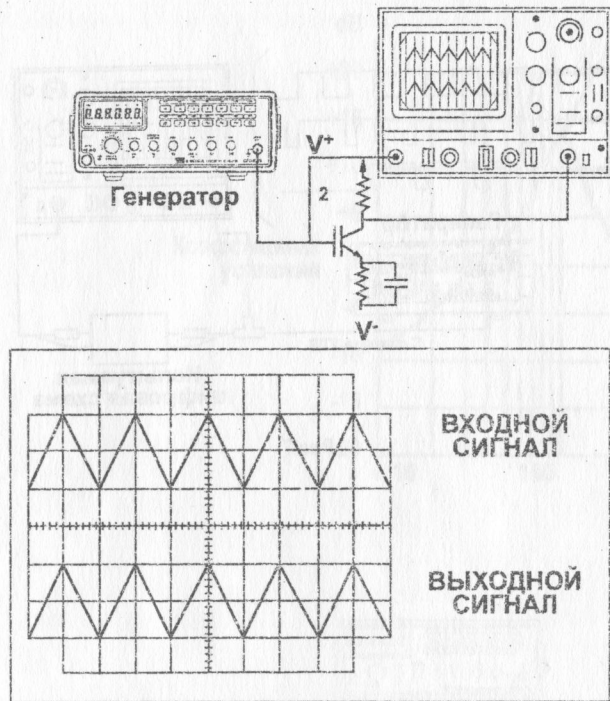

Рис. 4
На рис. 4 приведена схема, которая может давать напряжение смещения на транзистор и входной сигнал. Форму выходного сигнала можно наблюдать на осциллографе. Настройте параметры сигнала для обеспечения лучших условий с максимальной выходной амплитудой и отсутствием искажений. Регулируйте уровень DC OFFSET, чтобы увидеть воздействие различных условий смещения.
- (e) Чтобы исследовать временную зависимость между входным и выходным сигналом, используйте двухканальный осциллограф, как показано на рис. 4.